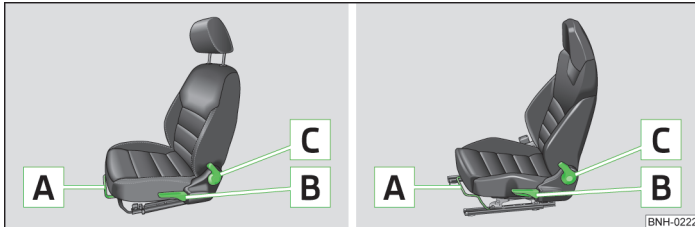
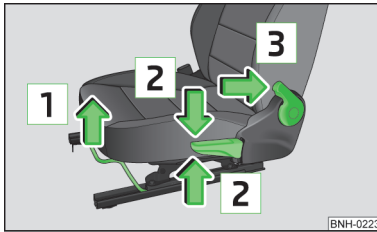

Abb. 34 Bedienungselemente am Sitz / Bedienungselemente am Sportsitz
Abb. 35
- › Den Hebel **A** » Abb. 34 (in der Mitte) in Pfeilrichtung **1** » Abb. 35 ziehen und den Sitz in die gewünschte Richtung schieben.
- › Den Hebel **B** » Abb. 34 in Richtung eines der Pfeile **2** » Abb. 35 wiederholt ziehen bzw. drücken.
- › Die Sitzlehne entlasten (sich nicht anlehnen), den Hebel **C** » Abb. 34 in Pfeilrichtung **3** » Abb. 35 ziehen und mit dem Rücken die gewünschte Neigung der Sitzlehne einstellen.